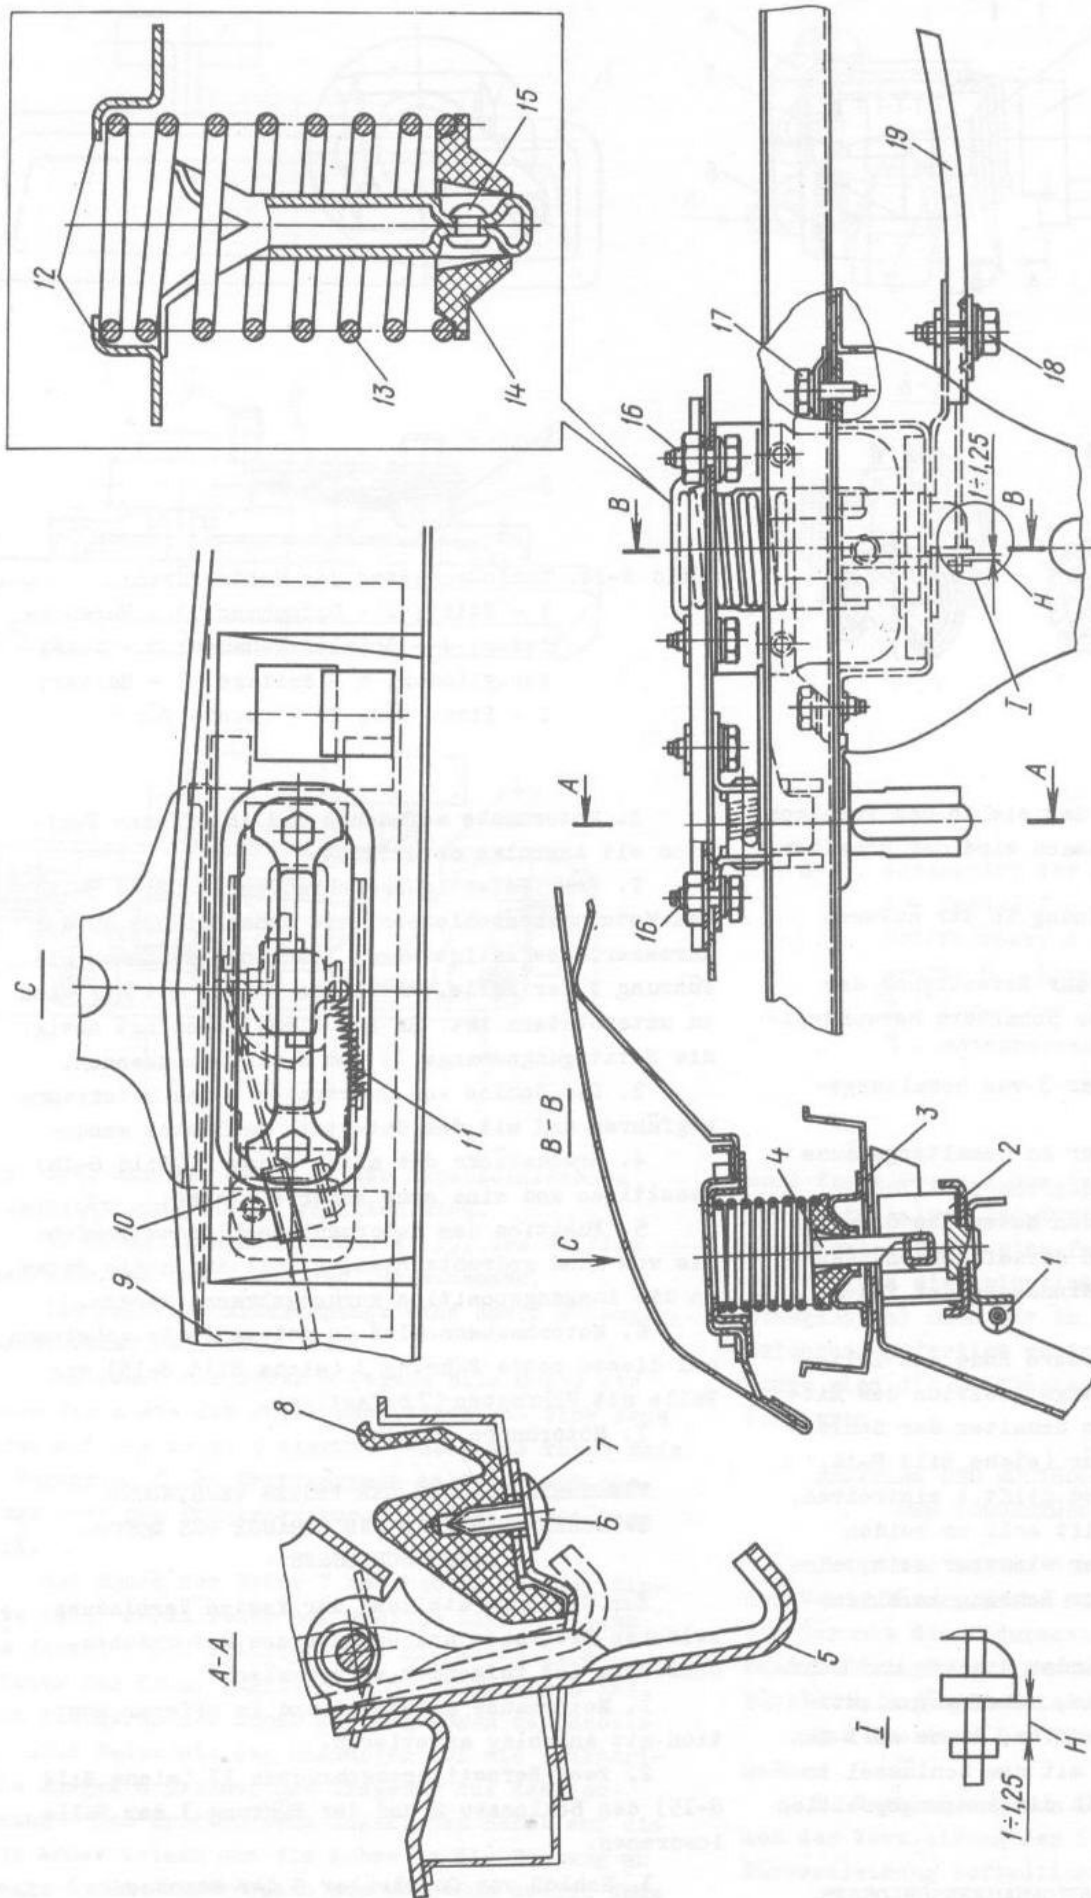

Bild 8-15. Einsatz von Schloß und Schloßfalle der Motorhaube. Befestigung der Betätigung an Motorhaubenschloß:
2. Zwei Befestigungsschrauben 17 (Bild 8-15) des Motorhaubenschlosses, mit denen dieses an der Karosserie befestigt wird, losdrehen zusammen mit Führung 3 der Falle, wobei das Schloß mit der Hand zu unterstützen ist. Es ist nicht unbedingt nötig, die Betätigungsstange 19 vom Schloß zu trennen.
6. Motorhaubenschloß an seinem Platz anbringen und dieses sowie Führung 3 (siehe Bild 8-15) der Falle mit Schrauben 17 befestigen.
2. Zwei Befestigungsschrauben 17 (siehe Bild 8-15) des Schlosses 2 und der Führung 3 der Falle losdrehen.
1. Falle 4 (siehe Bild 8-15) des Schlosses von Motorhaube absetzen, dazu vier Befestigungsschrauben 16 derselben losdrehen.
Bei geschwächter Verbindung von Bestandteilen 12 (siehe Bild 8-15) der Falle des Motorhaubenschlosses ist die Festigkeit dieser Verbindung wiederherzustellen, wozu die Niete 15 nachzunieten sind.
2. Schraube 18 (siehe Bild 8-15) zur Befestigung der Betätigung an Motorhaubenschloß so um mehrere Umdrehungen losdrehen, daß die Betätigungshülle frei an der Leiste 10 beweglich ist.